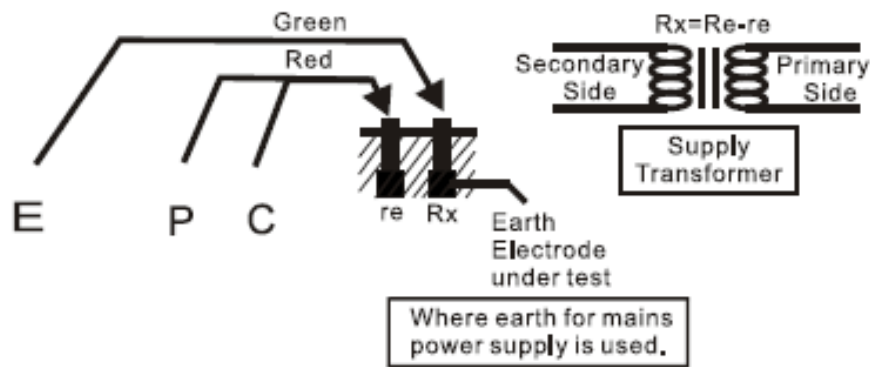

Fig.2
- a. Cette méthode est conseillée quand la résistance est supérieure à 10  $\Omega$  ou quand il est impossible d'utiliser les pointes à terre auxiliaires. Une valeur appropriée de la résistance à terre peut s'obtenir avec le système à double câble comme indiqué sur la figure 2